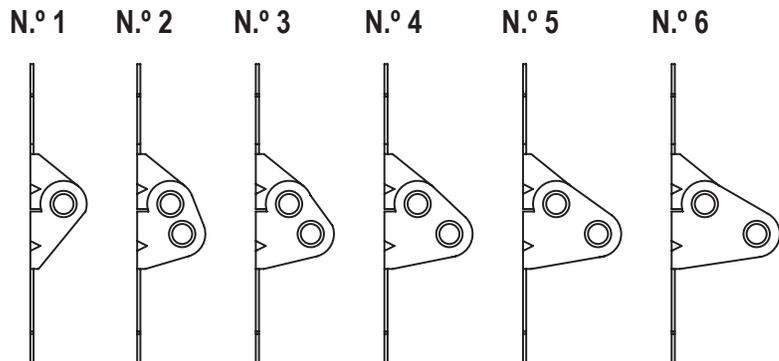

Fig. 2-S
Paso 1: El lado interno de su abertura debe contar con un marco con jambas de madera de 2" x 6" [51 mm x 152 mm], si es posible, o con un canal de acero. Las jambas laterales deben extenderse hasta, aproximadamente, la misma altura que el margen de altura requerido. Si acaba de retirar una puerta antigua, deberá inspeccionar la condición de las jambas. Si la jamba está deteriorada, reemplácela ahora. Las jambas deben quedar a plomo y la cabecera debe quedar nivelada. Si hay algún perno que sujete la jamba contra la pared, las cabezas deben quedar a la misma altura para que no interfieran con la instalación de la puerta nueva. (Fig. 1-J) La instalación típica para jamba de madera, acero o mampostería se muestra en la Fig. 2-J.
Instale las bisagras en los montantes centrales y extremos de la sección inferior con los tornillos autoperforantes n.º 14 x 3/4" [6 mm x 19 mm]. Consulte la Fig. 2-S para ver la ubicación de la bisagra y la secuencia.
Paso 3: Sección n.º 2. Utilice los tornillos de lámina metálica con cabeza hexagonal n.º 14 x 5/8" [6 mm x 16 mm] para colocar la mitad inferior de las bisagras centrales en la sección superior. Coloque las bisagras de extremo. (Fig. 2-S) Coloque el puntal de refuerzo, si se suministra. Consulte la sección "Colocación del refuerzo de la puerta" para ver las instrucciones. Si la sección tiene un cierre, consulte el Paso 4 para ver la secuencia. Monte la sección. Luego de montar la sección, los rodillos en el riel mantendrán la sección en su lugar.
Paso 5: Sección n.º 3 y las secciones en adelante (no incluye la sección superior). Coloque la sección boca abajo sobre los caballetes de aserrar. Utilice los tornillos de lámina metálica con cabeza hexagonal n.º 14 x 5/8" [6 mm x 16 mm] para colocar la mitad inferior de las bisagras centrales en la sección superior. Coloque las bisagras de extremo. (Fig. 2-S). Instale el puntal de refuerzo, si se suministra. Consulte la sección "Colocación del refuerzo de la puerta" para ver las instrucciones. Luego de montar la sección, los rodillos en el riel mantendrán la sección en su lugar.